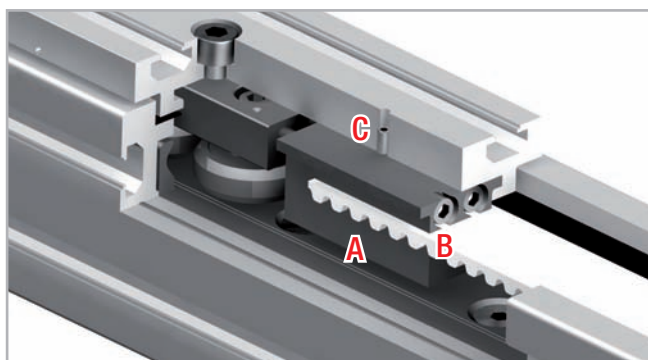

Fig. 41
1. Allentare le viti di sicurezza C (in alto sul cursore) dell'unità di tensionamento della cinghia A (vedi fig. 41).